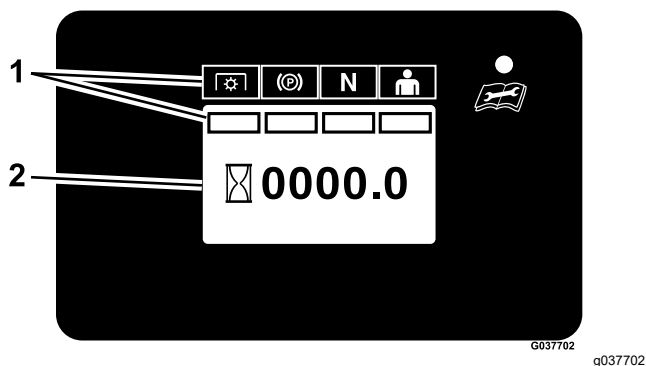

Figure 9
- Si la tondeuse n'est pas équipée d'un transmetteur de niveau de carburant, seuls les indicateurs du système de sécurité et le compteur horaire s'affichent, comme montré à la Figure 9.